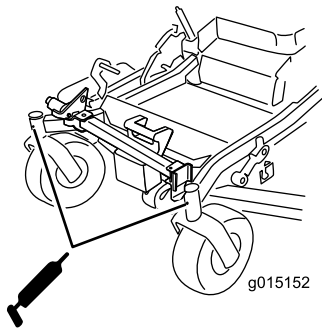

Figura 48
10. Remova o acessório de lubrificação no furo. Instale o tampão hexagonal e o tampão antipoeira (Figura 48).